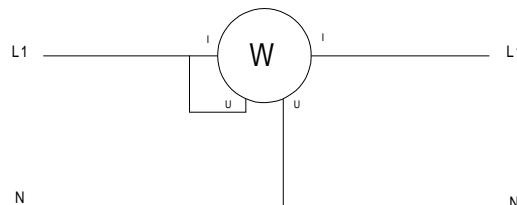
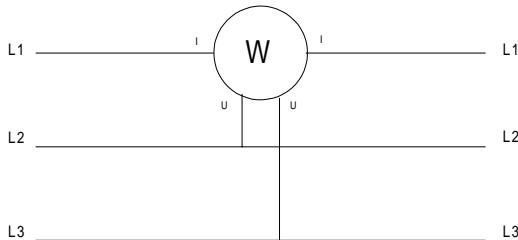

Fig 4.4.1 Schéma de branchement en monophasé
Fig 4.4.2 Schéma de branchement en Triphasé 3 Fils Equilibrés (uniquement PX 120)
- Appliquer le schéma de branchement de la Fig.4.4.1 (monophasé) ou Fig.4.4.2 (Trifasé équilibré, T3FE uniquement PX 120), suivant le cas, en s'assurant si possible que celle-ci ne dépasse pas les limites maximales admissibles (voir tableau suivant). La commutation de gamme est automatique.
3. Appliquer le schéma de branchement de la Fig.4.4.1 (monophasé) ou Fig.4.4.2 (Trifasé équilibré, T3FE uniquement PX 120), suivant le cas, en s'assurant si possible que celle-ci ne dépasse pas les limites maximales admissibles (voir tableau suivant). La commutation de gamme est automatique.
3. Appliquer le schéma de branchement de la Fig.4.4.1 ou Fig.4.4.2 (T3FE uniquement PX 120), suivant le cas, en s'assurant si possible que celle-ci ne dépasse pas les limites maximales admissibles (voir tableau suivant). La commutation de gamme est automatique.